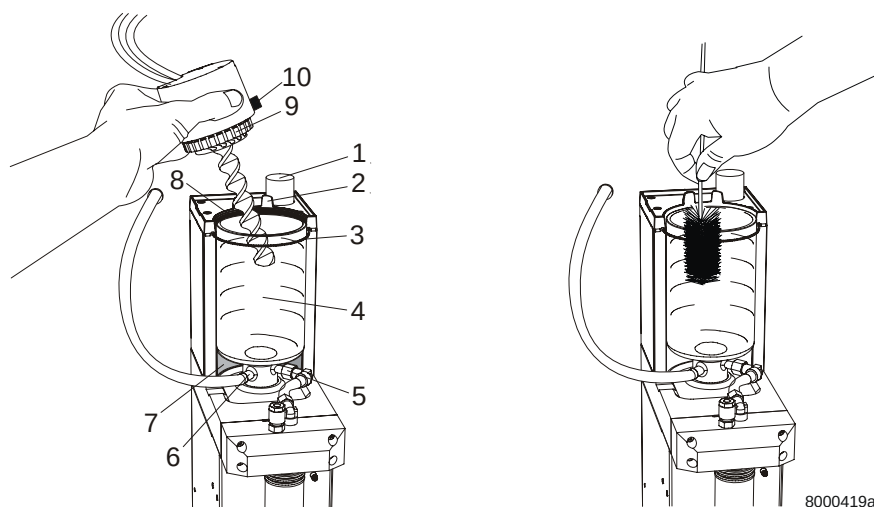

图5：3 用柔软的试管刷进行清洁
1. 抬起搅拌器（9），将其移出滴定缸（4），放置在固定支架（1）上，见图 5：3。